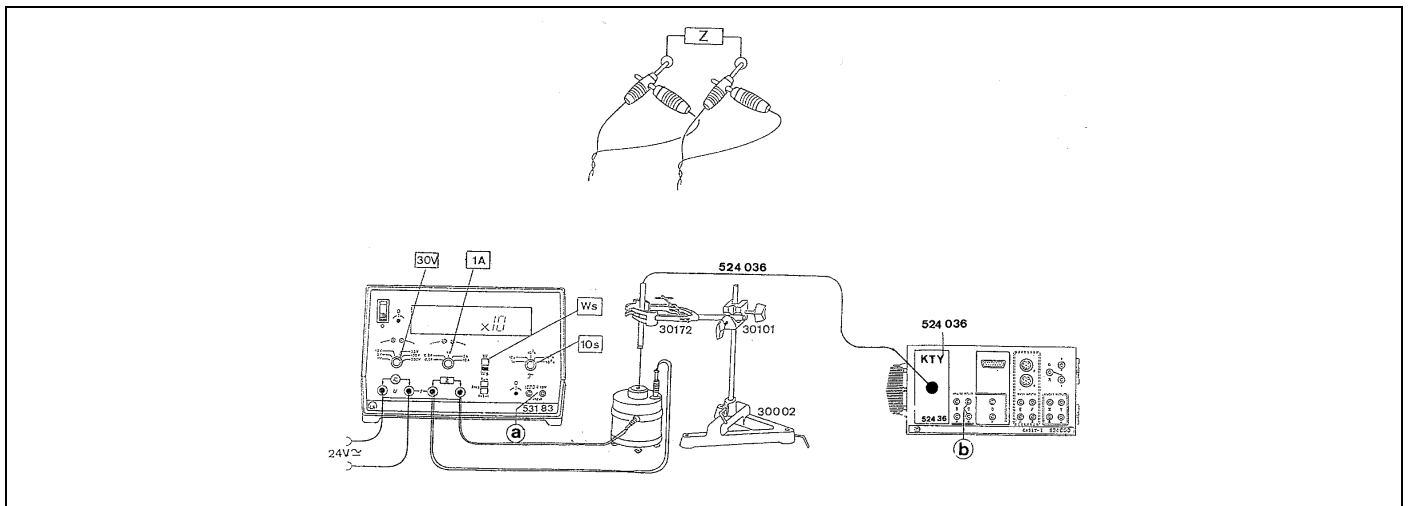

Fig. 7
Joulemètre et wattmètre (cf. fig. 7) 531 83 (conviennent pour tout type de tension, quelle que soit sa forme)
Medidor de potencia y energía (véase la Fig. 7) 531 83 (apropiado para tensiones de cualquier tipo)
- conformément à la fig. 7 avec le joulemètre et wattmètre (531 83)
- según la Fig. 7, con medidor de potencia y energía (531 83).